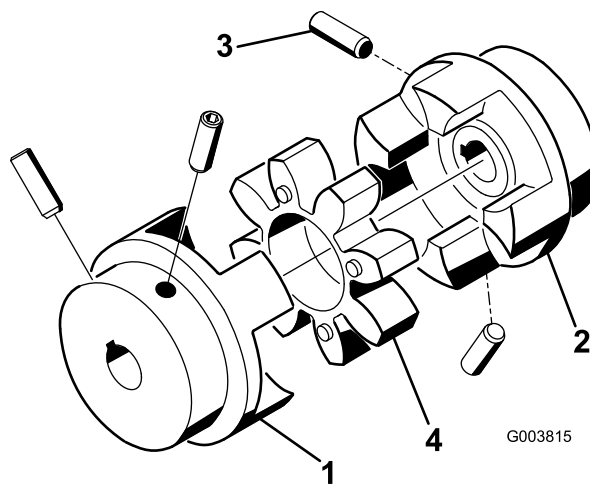

Figure 10
Remarque: Veillez à ne pas placer l'accouplement en étoile (Figure 10) dans l'accouplement.
- Serrez les vis de fixation du moteur et des accouplements de l'arbre de ventilateur (Figure 10) à un couple de 6,6 à 9,3 Nm.